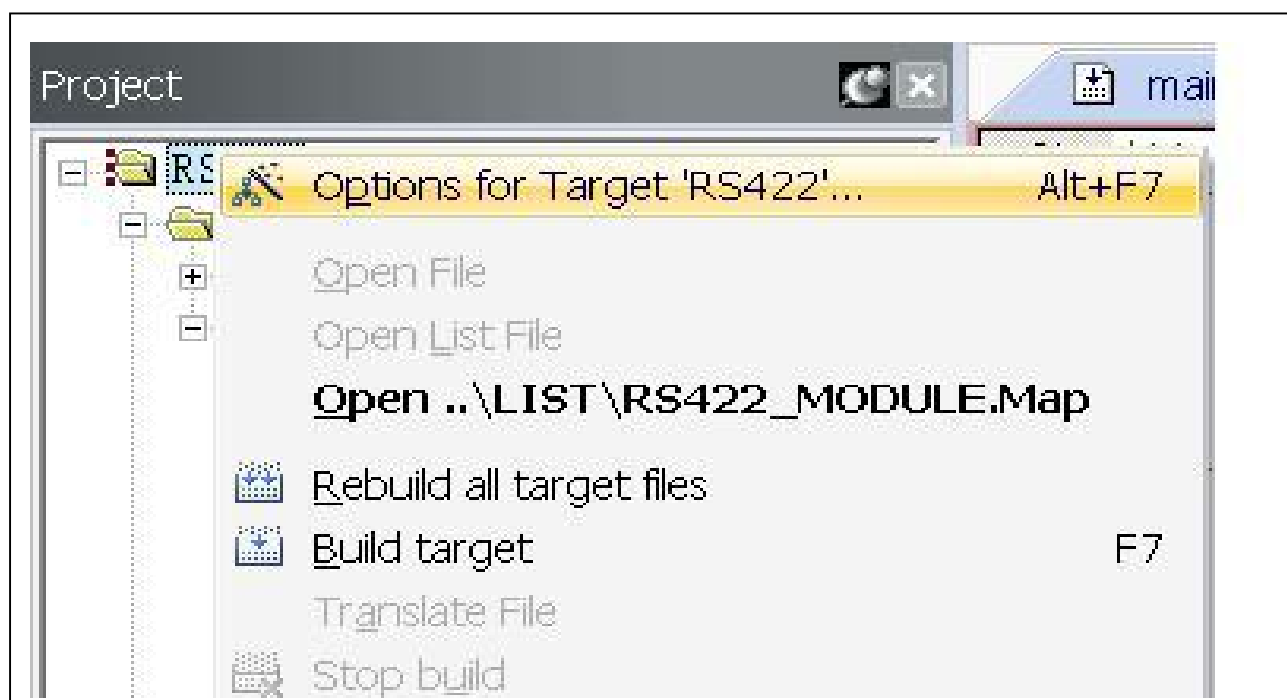
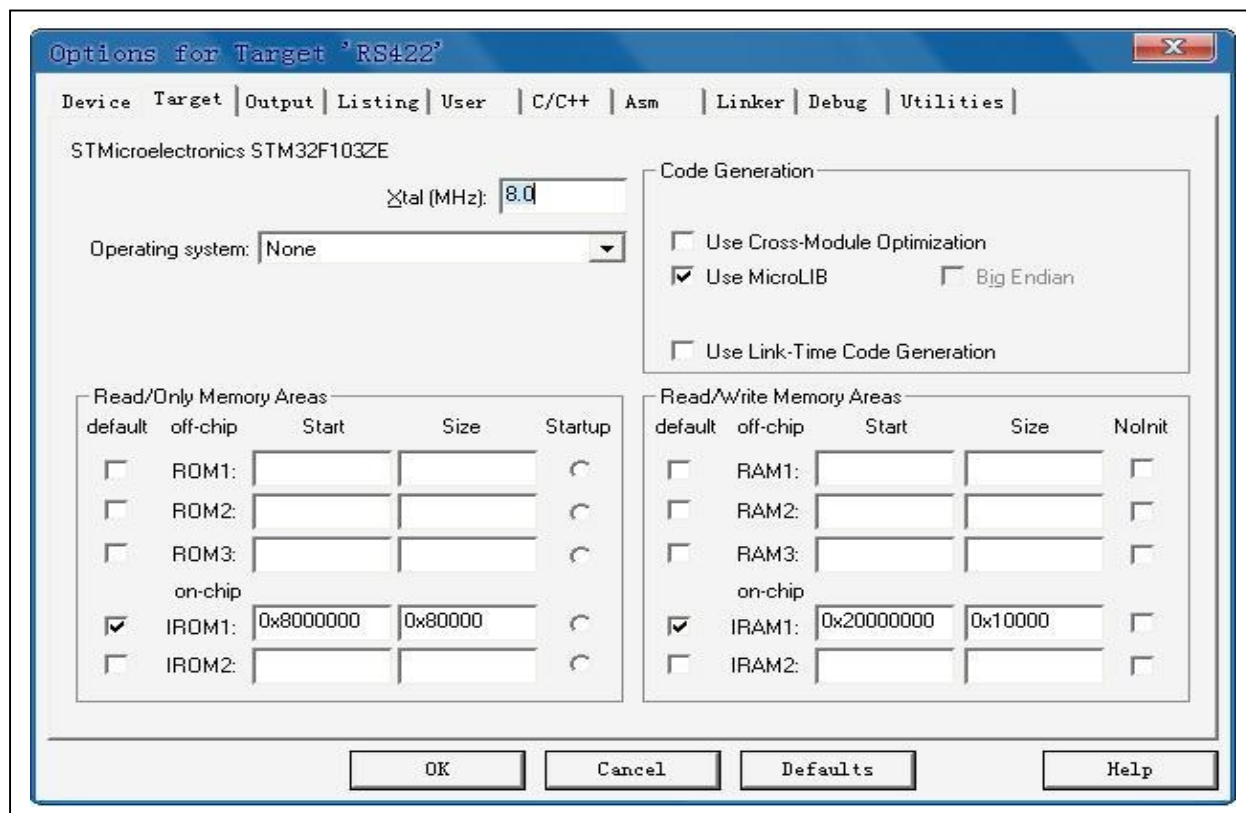

图 10
图 11
5.1 在“Project”窗口中用鼠标左键点击最顶层的“RS422”，再点击右键弹出菜单选择菜单中的“Options for Target ‘RS422’...”子菜单（见图 10），出现“Options for Target ‘RS422’”窗口（见图 11），可以按图 11 进行设置。